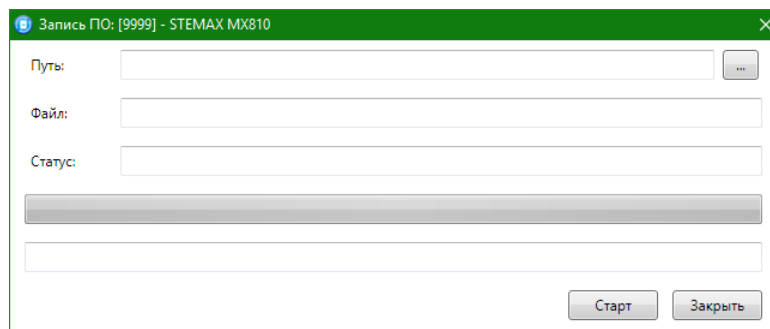

Рис. 8.2. Окно *Запись ПО*
2. В открывшемся окне *Запись ПО* (рис. 8.2) укажите путь к файлу новой версии встроенного ПО контроллера на вашем ПК (файл имеет расширение **.sbin**) и нажмите кнопку *Старт*.